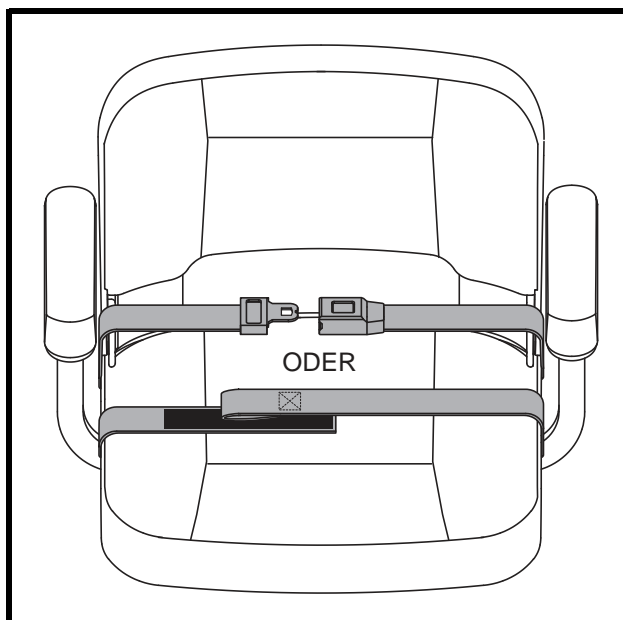

Abb. 21. Rückhaltegurte - Rückhaltegurt mit Schloss oder Rückhaltegurt mit Klettverschluss
1. Schloßzunge in das Schloßteil stecken, bis der Schnellverschluß hörbar einrastet. **Siehe Abb. 21.**
1. Führen Sie die beiden Enden des Gurts zusammen, so dass die eine Seite des Klettverschlusses, an der sich die Schlaufen befinden, direkt über der raueren Seite mit den Widerhaken liegt. Zum Sichern fest zusammendrücken. **Siehe Abb. 21.**